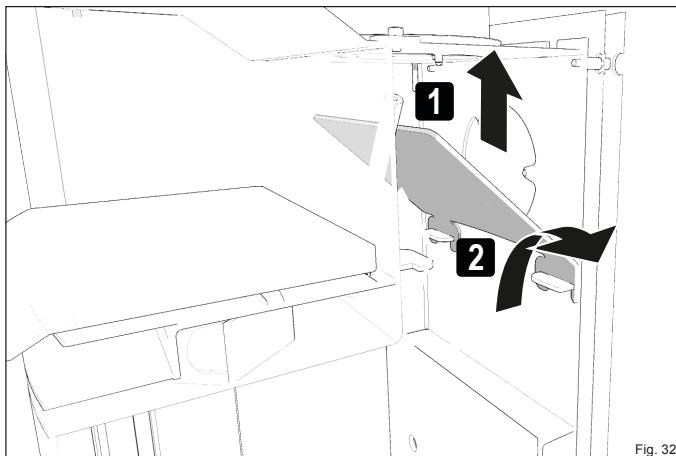

Fig. 32
- Libérez vers le haut le déflecteur acier supérieur (Fig. 32).